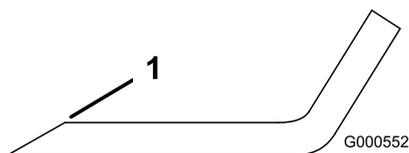

Рисунок 81
1. Заточите напильником режущую кромку на обоих концах ножа (Рисунок 81).
**Примечание:** Если нож не сбалансирован, удалите некоторое количество металла только с конца области загиба (Рисунок 81).